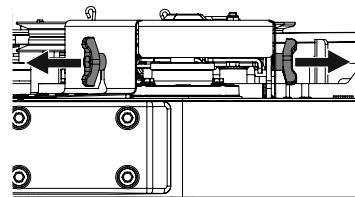

Figure 53
2. Retirez les boulons qui fixent les couvercles de courroie au plateau de coupe. Voir Figure 53.